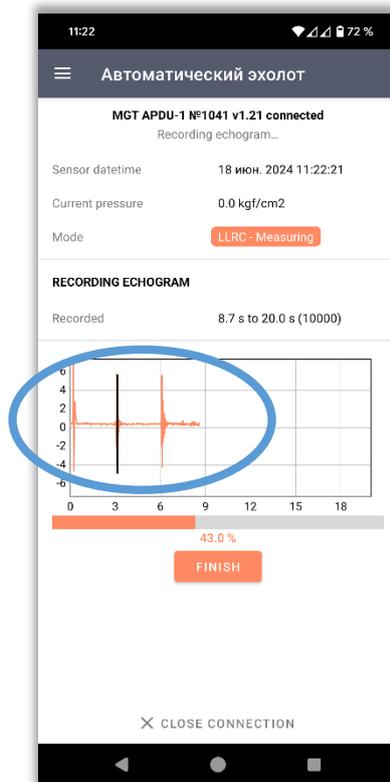

рис.7
- 15) После получения корректного значения уровня, повторите запись эхограммы. (рис.7)